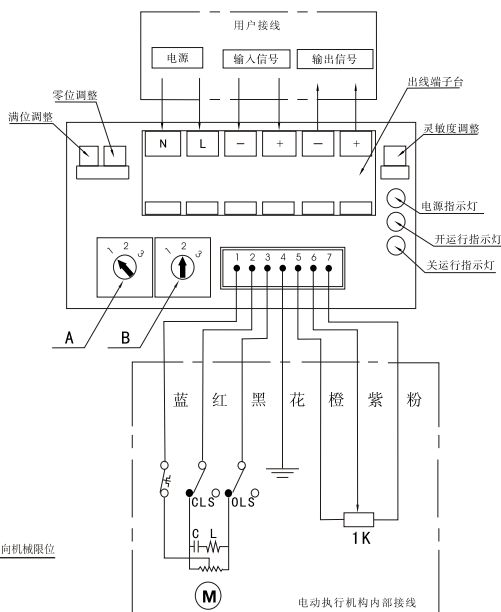

图 11
- 3、按伺服控制器面板上的标示（图11）正确接入电源及信号、此时绿色电源指示灯亮，并按照右表所述进行伺服控制器的各项调试。